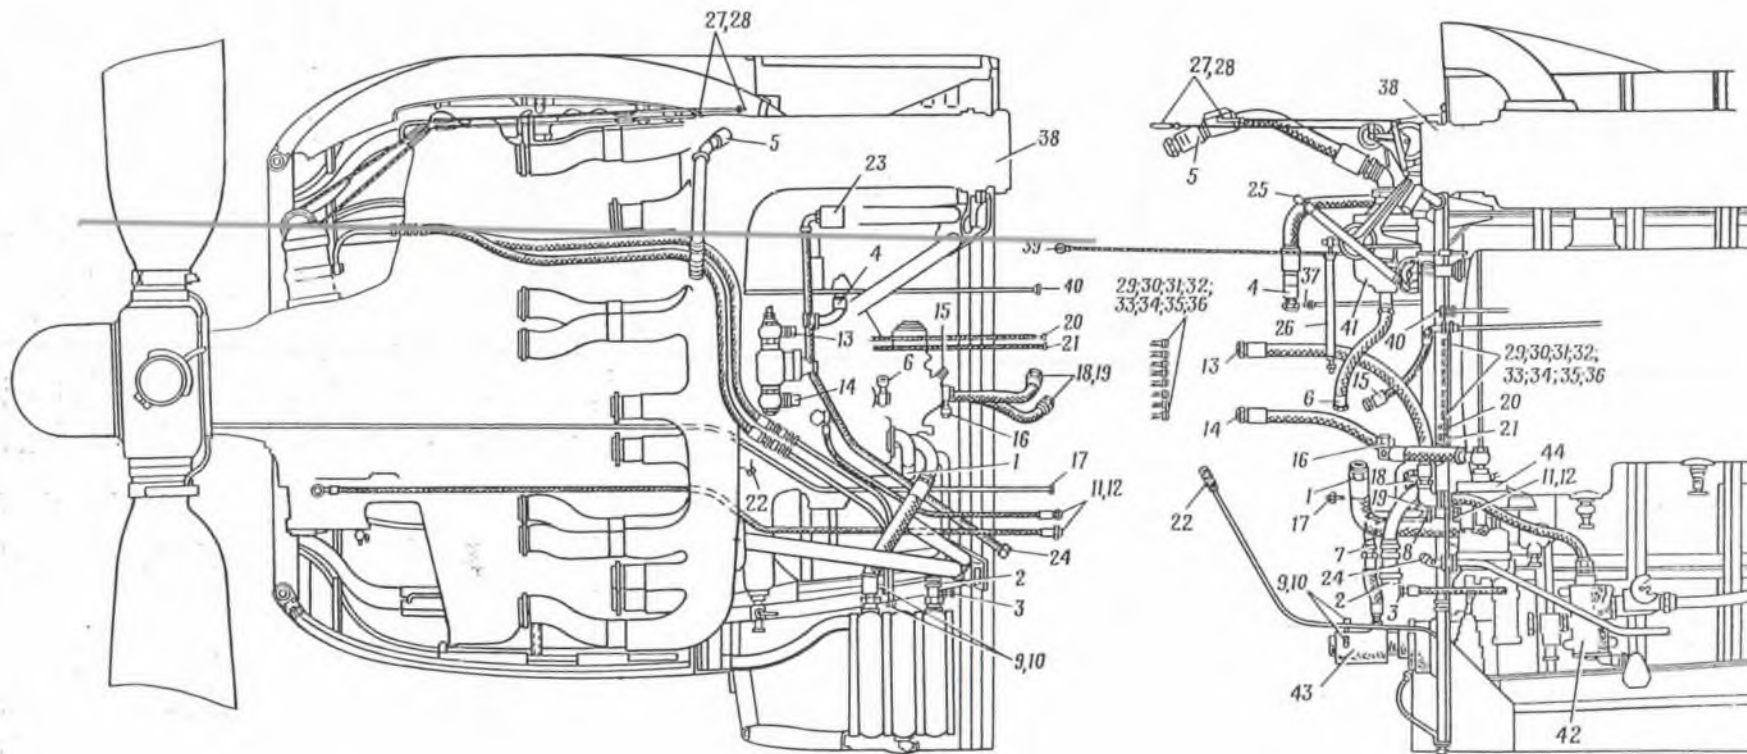

Рис. 77. Схема разъема трубопроводов:
Силовая установка сделана автономной и снимается с самолета в виде одного общего узла (рис. 77).
2. Разъединить следующие трубопроводы и тяги, отмеченные двумя белыми полосками (рис. 77).
№ позиции на рис. 77	Наименование систем и деталей